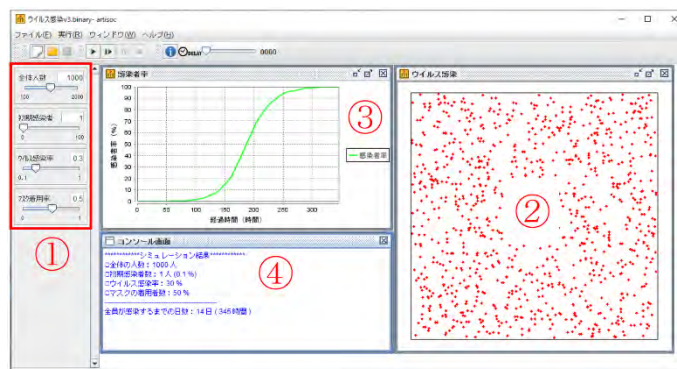
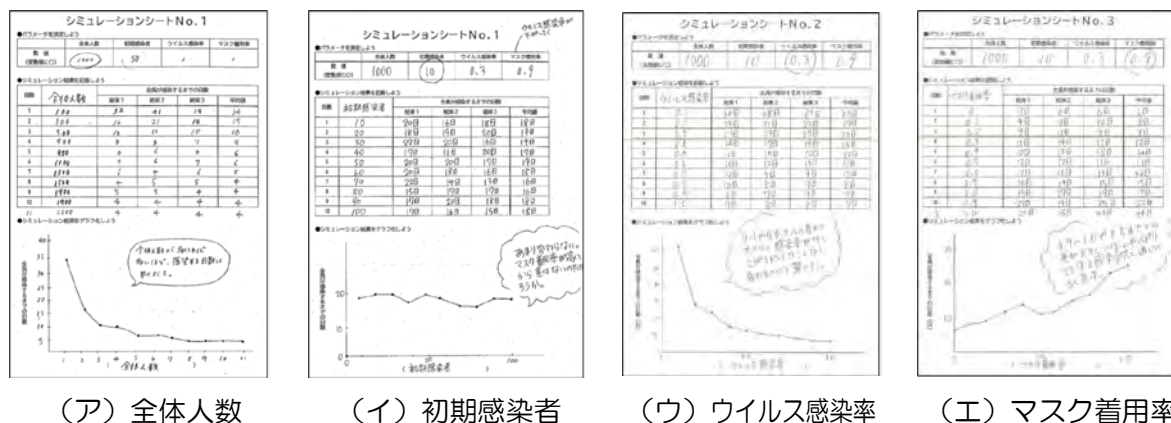

図1 ウイルス感染シミュレーション
図2 各パラメータを変動させたときのワークシートの例
本実践事例は、本校1年生7クラス（280名）を対象に、「社会と情報」において2時間（50分×2回）かけて実施したものである。シミュレーションには、artisocというシミュレーション専用ソフトウェアを使用し、モデルファイル(図1)は筆者が作成したものを使用している。ここで、図1における各操作画面①～④の説明を表1に示す。
①パラメータの設定	(ア) 全体人数：シミュレーションにおける全体の人数 (イ) 初期感染者：開始時にウイルス感染している人数 (ウ) ウイルス感染率：人との接触時に感染させる確率 (エ) マスク着用率：全体のうちマスクをしている割合
②ウイルス感染の様子	●：ウイルス未感染者（マスク未着用） ●：ウイルス未感染者（マスク着用） ●：ウイルス感染者
③感染率のグラフ	横軸：経過時間（時間）、縦軸：感染者率（%）
④シミュレーション結果	全員が感染するまでの日数を表示
生徒らは図1の①「パラメータの設定」において、「(ア) 全体人数」、「(イ) 初期感染者」、「(ウ) ウイルス感染率」、「(エ) マスク着用率」の四つのパラメータのうち、一つの値を変動させながらシミュレーションを繰り返し実行する。さらにシミュレーション結果（全員が感染するまでの日数）をワークシートに記録し、それをグラフ化して考察する。図2は、各パラメータを変動させてシミュレーションを実行したときのワークシートの例である。